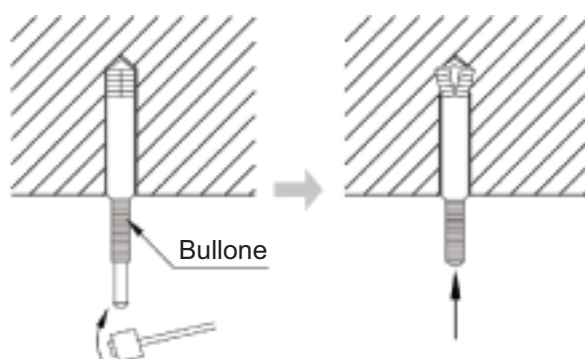

Fig. 4.1.4
- 2) Inserire nel foro il tassello di espansione M10, poi battere il bullone nel tassello, come mostrato in Fig. 4.1.4.